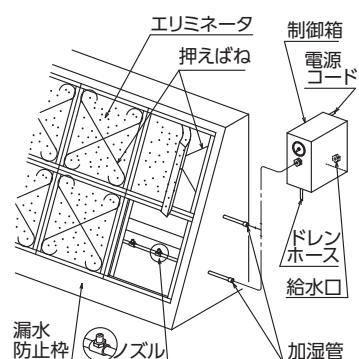

図3-20 高圧水スプレー式加湿器
- ・加湿管は漏水防止枠に収められ、樹脂製エリミネータが噴霧水の飛散を防止します。加圧ポンプ内蔵の制御箱は空気調和機側面に設置され、給水は制御箱の給水口より行います。(図3-20参照)